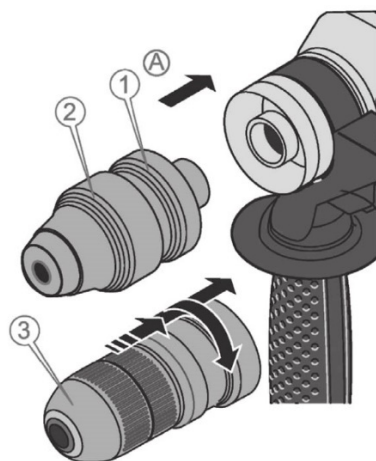

Рисунок 3. Схема встановлення патрона.
- встановити патрон («SDS-plus» (2, рис. 3) або свердильний патрон (3, рис. 3) в посадковий отвір до упору до фіксації, про що буде свідчити характерне клацання;